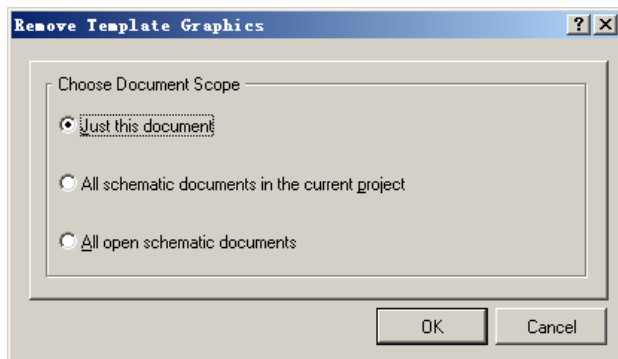

图 2.70 “Remove Template Graphics”对话框
(2) 在主菜单中选择“Design”->“Template”->“Remove Current Template”命令，打开如图 2.70 所示的“Remove Template Graphics”对话框。